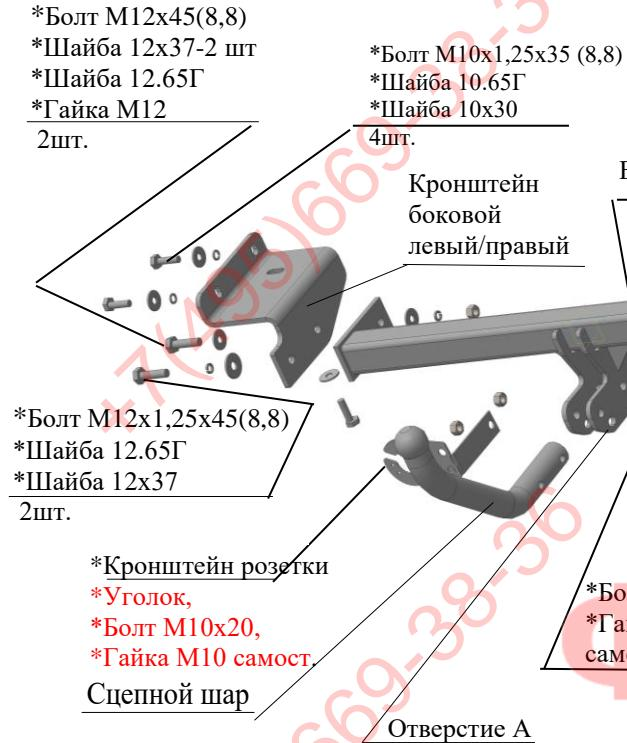

Рис.1 Тягово-сцепное устройство ТСУ 7261.
2.1 ТСУ 7261 в сборе (рис.1)	1 шт.
2.2 Пакет с комплектующими (см. рис.1) Защитный колпак	1 шт.
4.2 Закрепить боковые кронштейны ТСУ (левый и правый соответственно рис.1) к боковым наружным полкам лонжеронов а/м болтами M10x1,25x35 используя гайки штатные, подложив под головки болтов шайбы 10.65Г и шайбы 10x30. Закрепить кронштейны к нижним полкам лонжеронов болтами M10x35 и гайками M10 на поводке (на рис.1 условно не показаны), вставив гайки на поводке внутрь лонжеронов и подложив под головки болтов шайбы 10.65Г и шайбы 10x30. Крепеж не затягивать.